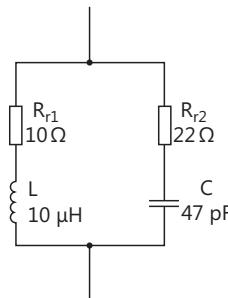

Bild 4.56
15. Berechnen Sie für den in Bild 4.56 dargestellten Parallelschwingkreis die Resonanzfrequenz  $f_r$ , die Güte  $Q$ , die Dämpfung  $d$  und die Bandbreite  $b$ .